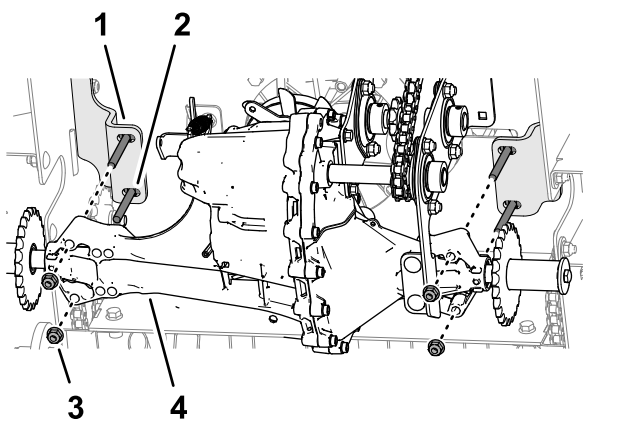

Figura 56
7. Sostenga el transeje, retire las 4 contratuercas con arandela prensada (5/16") que sujetan el transeje al soporte del eje, y baje el transeje con cuidado al suelo (Figura 56).